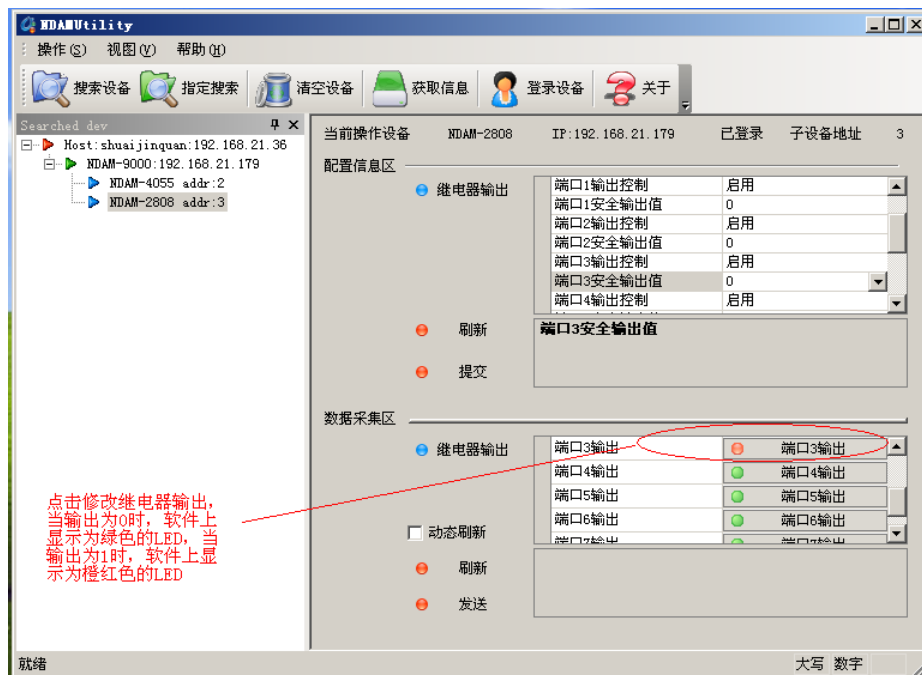

图 3.8 数字量输入
- ⑦ 通过显示窗口读出各通道的具体输出值，可以将“动态刷新”前的复选框选中，如图 3.8 所示进行数据动态刷新（刷新时间间隔 1 秒）来监测修改继电器的输出。